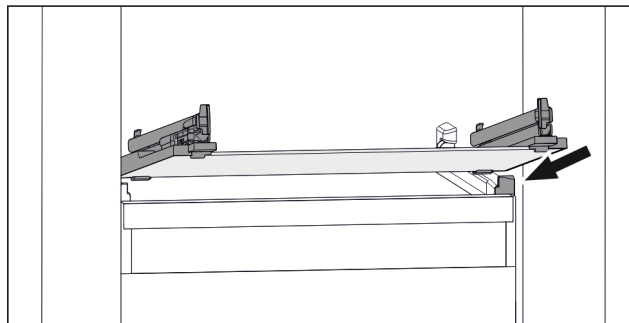

Fig. 47 Примерное отображение стеклянной пластины
- ▶ Наклоняя вниз, установите стеклянную пластину за стопоры. (см. Fig. 47)